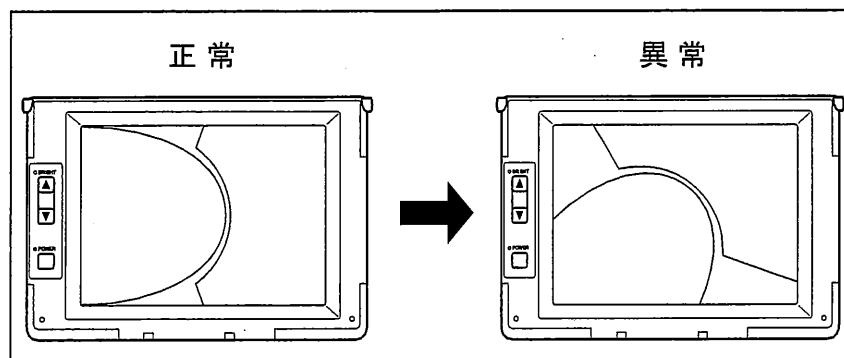

図 4.2
- IV7620X2, IV7630X2 と側視ミラーアダプターを組み合わせで使用している場合で、検査対象物への挿入中、図 4.2 のように観察画像の全体が左右方向を向いていたり、回転したり、挿入部を動かすとぐらぐらしたりしているときは、側視ミラーアダプターがスコープ先端からはずれかかっています。そのまま使用すると側視ミラーアダプターがスコープから脱落するおそれがあります。このような場合は、直ちに使用を中止しスコープを静かに引き出し、手順に従い、もう一度確実に側視ミラーアダプターを取り付けてください。（図 4.2 参照）